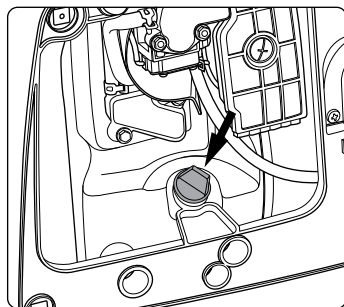

рис. 18
Открутите пробку маслосазливной горловины (19). (рис. 18)